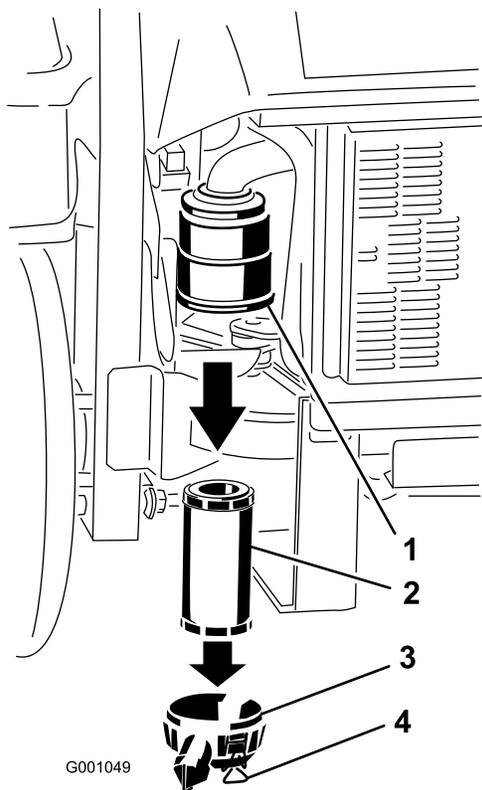

Figura 54
3. Liberte os trincos do filtro de ar e empurre a cobertura do filtro de ar para fora do corpo do filtro de ar (Figura 54).
5. Deslize suavemente o filtro para fora do corpo do filtro (Figura 54).
- Monte a cobertura do filtro de ar e fixe os trincos (Figura 54).